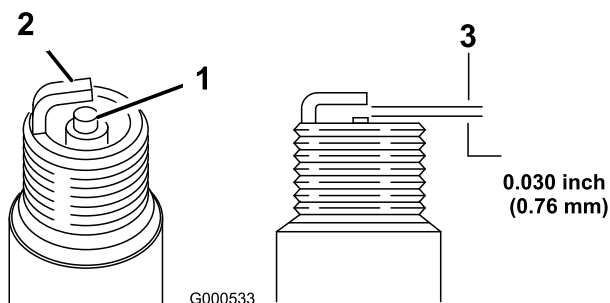

Figure 29
5. Réglez l'écartement des électrodes à 0,76 mm (0,030") (Figure 29).